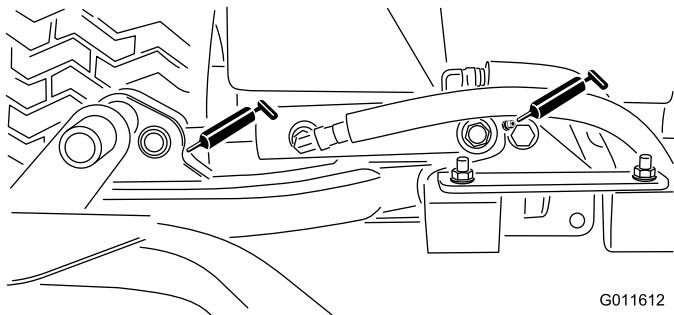

Figure 72
- Vérins des bras de levage des unités de coupe (x 2) – Figure 72
- Pivots des bras de levage (x 1) – Figure 72